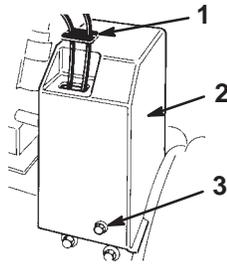

Bild 5
3. Bundbolzen (3)
16. Schieben Sie die Kabelabdeckung über die Kabel und in die Öffnung an der Riemenabdeckung (Bild 5).